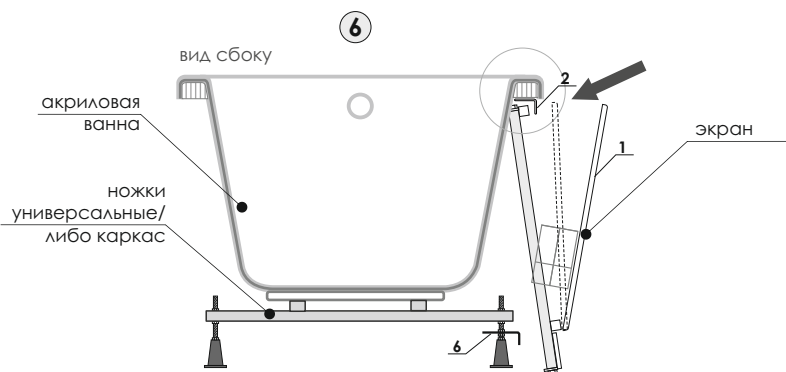

рис. 6.1
6. Задвиньте экран под бортик ванны (рис. 6.1).